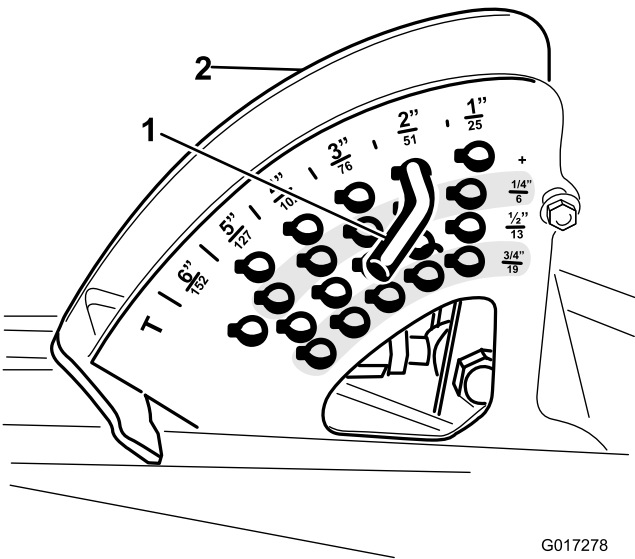

Figura 3
3. Si osservi la posizione del perno dell'altezza di taglio sulla relativa staffa per il rimontaggio (Figura 3). Togliete il perno dell'altezza di taglio dalla relativa staffa.
6. Installate il perno dell'altezza di taglio nella relativa staffa, all'altezza di taglio desiderata (Figura 3).